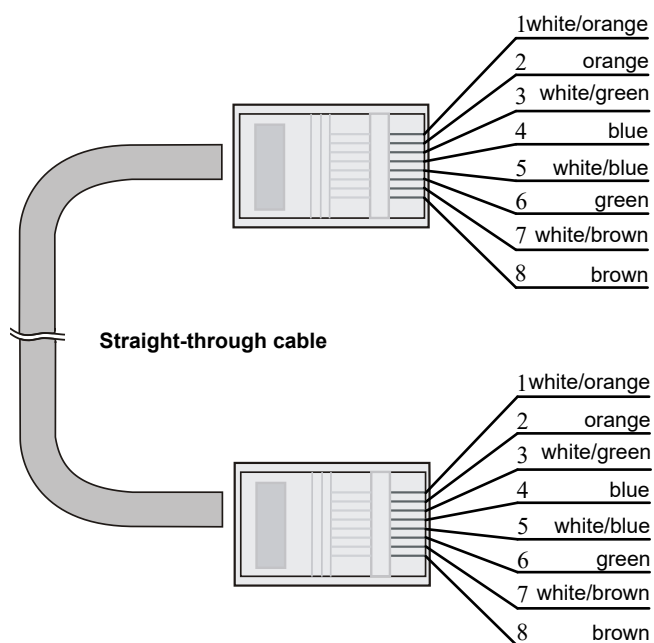

図6-2 ストレートケーブル
- **ストレートケーブル**：ストレートケーブルの結線を図 6-2 に示します。両端のピン配置は、568B 規格に従います。